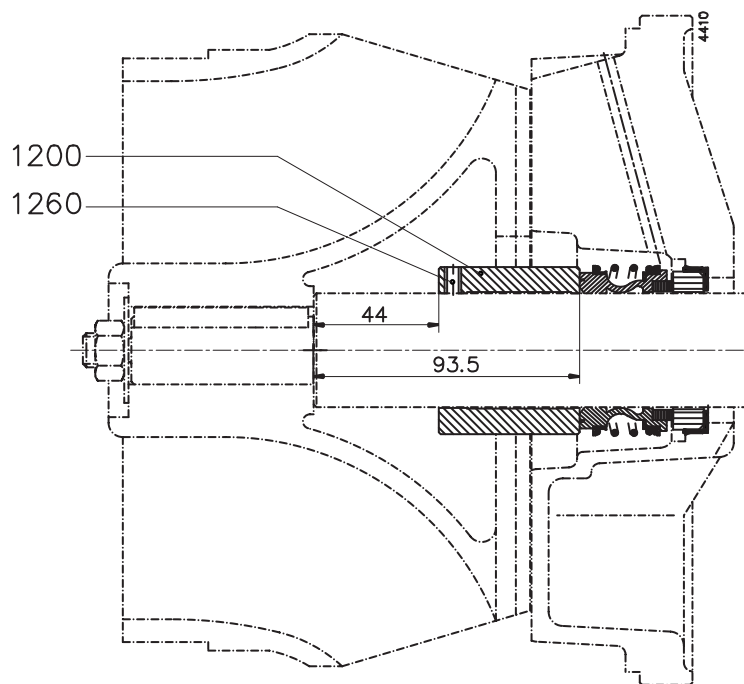

Рисунок 13: Регулировка механического уплотнения M1 насосов с размером 200-160.
- 2 Установите втулку вала (1200) на расстоянии 44 мм от бурта вала. См. рисунок 13 в параграфе 7.7.3 „Сборка механического уплотнения M1“. Затяните стопорные винты (1260).
- 2 Только для насосов с размером 200-160: Освободите стопорные винты (1260). См. параграф Рисунок 13: „Регулировка механического уплотнения M1 насосов с размером 200-160.“.
- 7 Только для насосов с размером 200-160: Установите расстояние между промежуточной втулкой и буртом вала равным **44 мм**. Закрепите промежуточную втулку при помощи стопорных винтов (1260). См. рисунок 13.